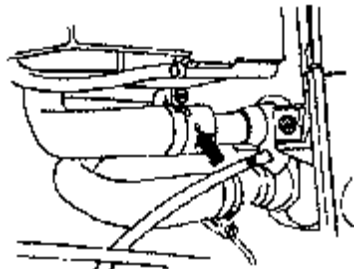

图 2-114 松开冷却液软管
(2) 松开固定在热交换器接头上的防尘套卡箍，向后拉防尘套。松开热交换器上的冷却液软管，向后拉软管，直到气孔（如图 2-114 箭头所示）不再被接头封住。加注冷却液，直至冷却液软管的通气孔中流出冷却液。将软管推到接头上并紧固，盖上膨胀水箱盖。